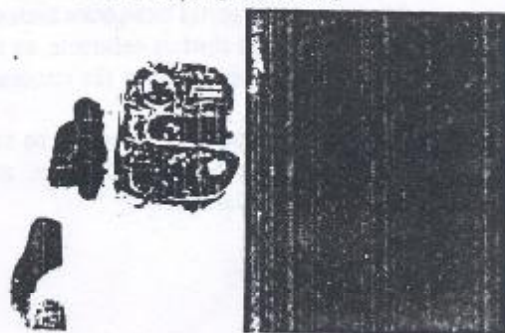

Figura 8.37.6 - Fixação do conjunto do trinco
12. Remover os dois parafusos de fixação do conjunto do trinco e remover o conjunto (Figura 8.37.6)
1. Posicionar o conjunto do trinco, na porta, e instalar os dois parafusos de fixação, sem apertá-los totalmente (Figura 8.37.6).
O ajuste do batente da porta deve ser efetuado através dos parafusos de fixação do conjunto do trinco (Figura 8.37.6), e do próprio pino do batente, localizado no quadro da porta. O ajuste através dos parafusos do trinco deve ser efetuado de forma que a porta feche suavemente, sem interferências, além de permitir o seu perfeito alinhamento com o respectivo quadro.